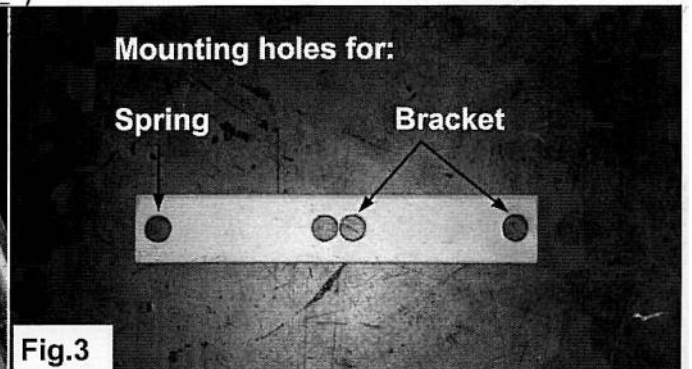

Fig.3
4. Demonteer de buffer 1, plaats de bovenste veerschotel **A** en monteer de buffer weer. Het uitstekende deel van de veerschotel valt in het gat waar het kunststof dopje in zat. Zie Fig. 3.
4. Dismount the bump stop 1, fit the upper spring seat **A** and mount back the bump stop. The stick out part of the spring seat has to be fitted in the hole where the plastic plug was mounted. See Fig. 3.
4. Demontieren Sie den Puffer 1, montieren Sie den obere Federteller **A** und montieren Sie den Puffer wieder. Das herausstreckende Teil des Federtellers gehört in das Loch woher die Kunststoff Kappe gehörte. Siehe Fig. 3.
4. Démontez le tampon 1, placez la coupelle supérieure **A** et remontez le tampon. La partie saillante de la coupelle vient se loger dans l'orifice qui accueillait le bouchon en plastique. Voir fig. 3.
4. Ta av buffert 1, placera det övre fjäderhuset **A** och sätt tillbaka bufferten på plats igen. Den utstickande delen på fjäderhuset ska hamna i hålet där plastproppen satt. Se fig 3.
4. Desmonte el tope 1, coloque el disco de muelle superior **A** y monte nuevamente el tope. La parte sobresaliente del disco de muelle debe insertarse en el hueco donde se acaba de remover el tapón. Véase fig. 3.
2. Monteer het LAR plaatje met bout **A** in gat van de originele steun. Zorg ervoor dat het plaatje zover mogelijk naar de voorzijde van de auto staat en dat hij evenwijdig loopt aan de originele steun. Gebruik de aangegeven gaten. Boor nu een gat van 8 mm in het onderste gat en monteer bout **B**. Zie Fig. 3 en 4.
2. Montieren Sie ALB Bügel mit dem Bolzen **A** in dem Loch des originalen Bügels. Achten Sie darauf daß der Bügel so weit wie möglich nach der Hinterseite des Fahrzeugs steht und das der Bügel parallel läuft mit den originalen Bügel. Brauchen Sie die angegebenen Lochen. Bohren Sie ein Loch von 8mm in dem unteren Loch und montieren Sie den Bolzen **B**. Siehe Fig. 3 und 4.
2. Montera LAV-plattan med mutter **A** i hålet för originalstöden. Se till att plattan placeras så långt det går mot bilens framsida och att ligger jämt med originalstöden. Använd de anvisade hålen och borra ett 8 mm hål i det undre hålet och sätt fast mutter **B**. Se fig 3 och 4.
2. Mount the LSV bracket with bolt **A** in the hole of the original bracket. Take care that the LSV bracket is mounted as far as possible to the front of the car and that the LSV bracket is parallel to original bracket. Use the holes as shown on the picture. Drill a 8 mm hole in the lower hole and mount bolt **B**. See Fig. 3 and 4.
2. Montez la plaquette du CFA avec le boulon **A** dans l'orifice du support d'origine. Veillez à ce que la plaquette soit positionnée le plus possible vers l'avant du véhicule et qu'elle soit parallèle au support original. Utilisez les orifices indiqués. Percez à présent un trou de 8 mm dans l'orifice inférieur et montez le boulon **B**. Voir fig. 3 et 4.
2. Monte la placa LAR con el perno **A**, en el hueco del soporte original. Procure que la placa se encuentre lo más cerca posible dellado delantero del coche y que sea paralela al soporte original. Utilice los huecos indicados. Taladre ahora un hueco de 8 mm en el hueco inferior y monte el perno **B**. Véase fig. 3 y 4.